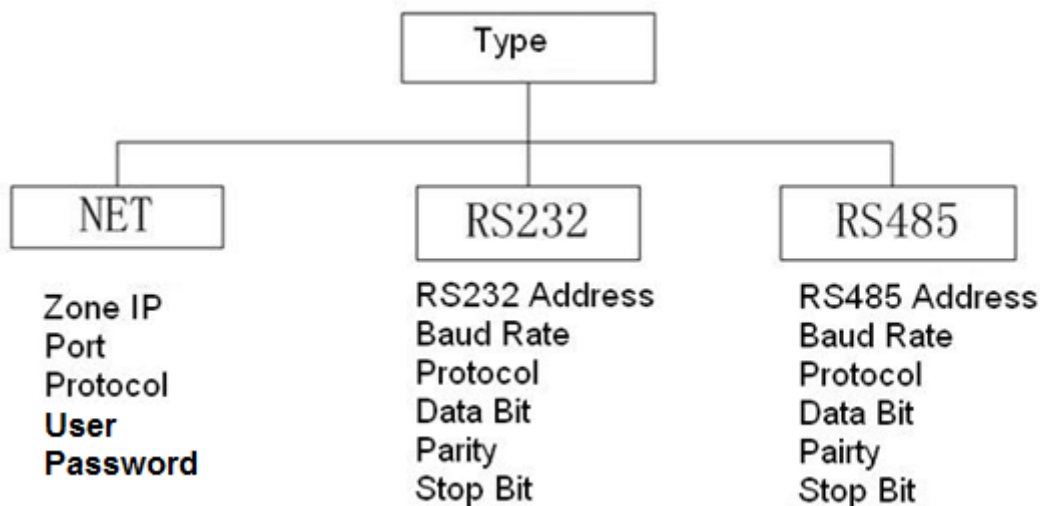

Figura 2–10
- Enlace: Las opciones incluyen: RED/RS232/RS485. Por favor, seleccione el tipo y establezca los parámetros correspondientes. La interfaz aparece como se muestra en la Figura 2–10.